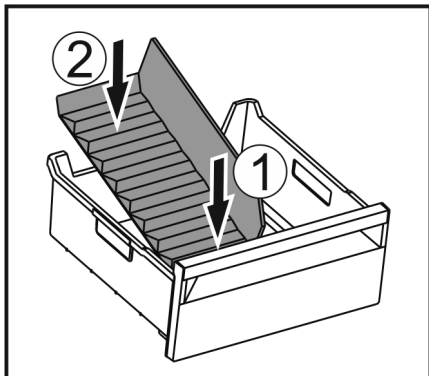

Fig. 250
- ▶ Helyezze be a jégkész-eltávolító elülső részét. Fig. 250 (1)
- ▶ Süllyessze le a jégkész-eltávolító hátsó részét a fiók aljáig. Fig. 250 (2)